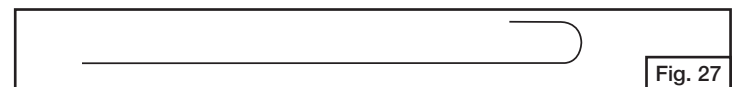

Fig. 27
1. Para quitar las obstrucciones mencionadas arriba, use un accesorio de cepillo flexible para venturi o doble el extremo de un alambre largo flexible de 20 pulgadas (.5 metros) haciéndole un pequeño gancho tal como el que se muestra en la Fig. 27.
4. Examine si en la parte interna del extremo inferior del tubo venturi hay nidos, telarañas o suciedad. Límpiela como se indica en el Paso 1, Fig. 27.